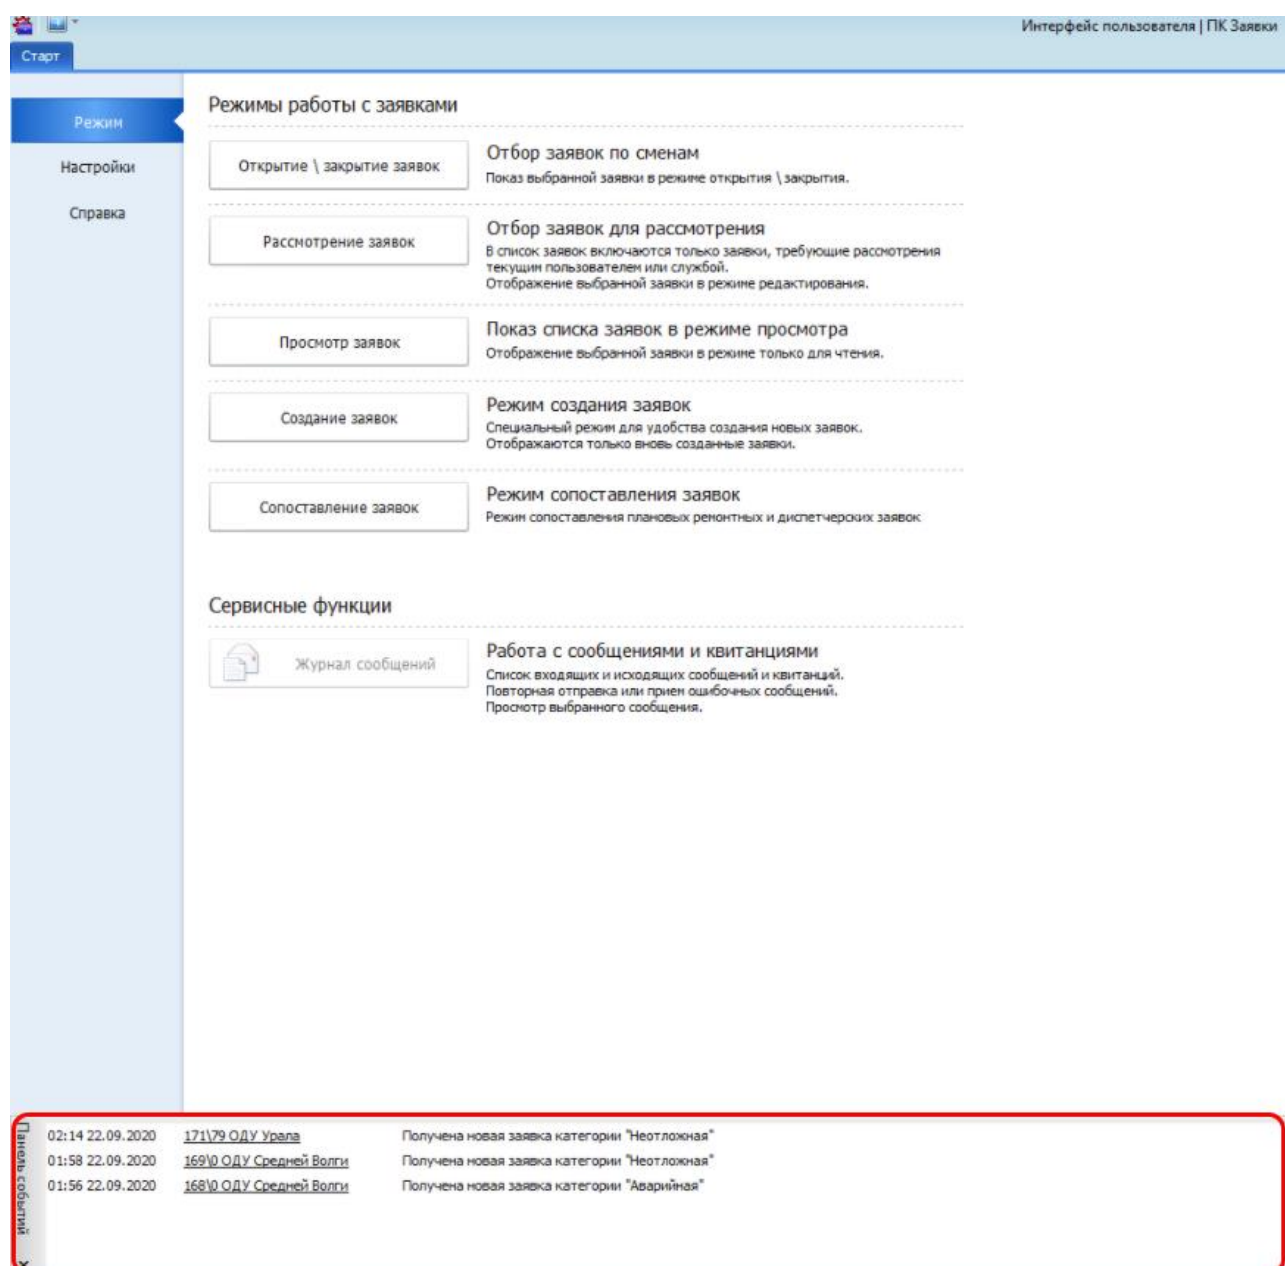

Рисунок 16.26 – Отображение сообщений о получении заявок определенных категорий
- «Оповещать о получении новых заявок на предприятии следующих категорий». Настраивается список категорий заявок, появление которых в списке будет сопровождаться сообщением на панели «Панель событий» (Рисунок 16.26). Для выбора категории заявки ей устанавливается флаг. При настройке данного параметра информацию о заявках выбранных категорий будет получать пользователь, независимо от его участия в рассмотрении этих заявок.